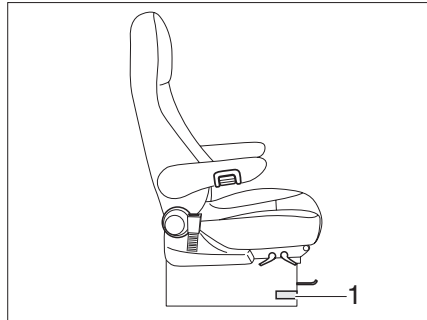

Bild 38 Förar- och passagerarstol
- ▶ Tryck eller dra spaken för att vrida stolen (Bild 38,1). Stolen lossas från låst läge. Man kan svänga den i vilken riktning man vill. Låsning av stolen är emellertid endast möjlig i färdriktningen.